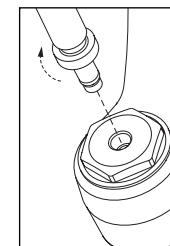

Abb.4
3. Utilizzando la pompa pneumatica RockShox con l'adattatore SID, avvitare pompa/adattatore nel coperchio superiore (Fig. 4).